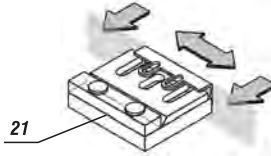

fig. 11 – alineando la cuchilla en la placa de ajuste
6. Sustituya las cuchillas (18) e instálelas en la placa de ajuste (19);
7. Utilizando la plantilla (21) alinee la cuchilla (18) en la placa de ajuste (19), fig. 11;